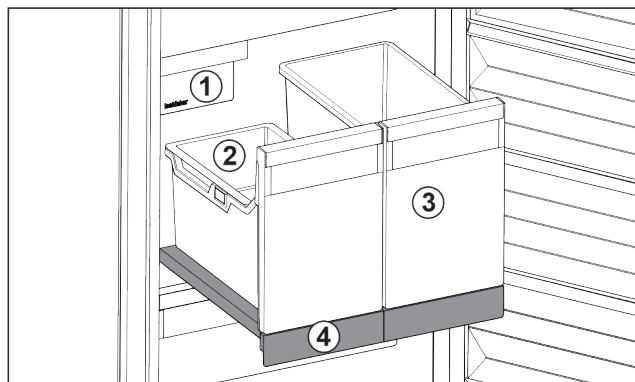

Fig. 21 Vyťahovacia polička s IceTower
- (1) IceMaker
- (2) Závesná miska na kocky ľadu
- (3) Nádoba napríklad na pizzu, alkoholické nápoje
- (4) Vyťahovacia polička
Na vyťahovacej poličke sú dve vysoké nádoby (IceTower). V nádobe Fig. 21 (2) sa hromadia a skladujú kocky ľadu z IceMaker. Nádoba Fig. 21 (3) sa hodí na skladovanie vysokých potravín, ako sú pizze alebo alkoholické nápoje.